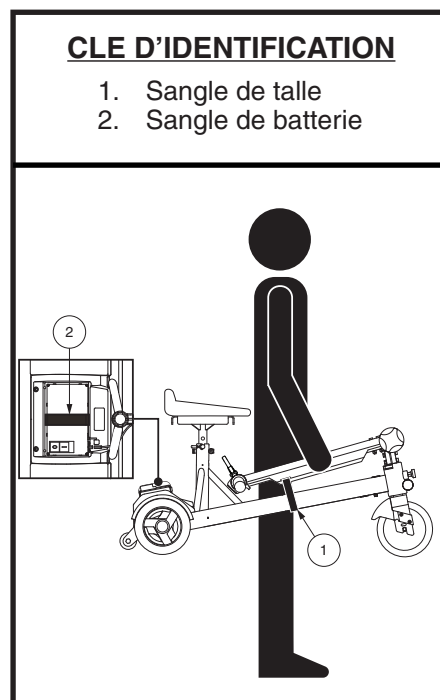

Figure 21. Pliage pour le transport
3. Enroulez fermement la corde autour de la poutre principale à l'aide de la bande velcro réutilisable pour fixer les sangles. Voir la figure 21.